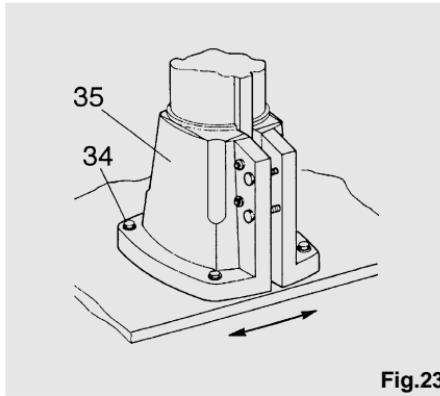

Fig.23
- Agire sui grani di regolazione (32) in modo da spostare la leva per eliminare il difetto riscontrato.
- Riabbassare la leva a cuneo e serrare i controdadi (33).
Se non si dovesse riuscire ad eliminare il difetto riscontrato con le viti di registrazione, allentare le viti (34) (vedi fig. 23) della base (35) e ruotarla leggermente.